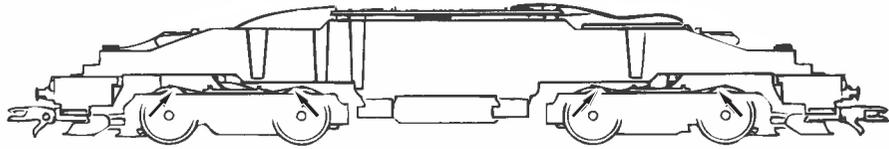

Fig. 6
**3. Haftreifenwechsel:** Zuerst den Getriebedeckel abnehmen (Fig. 6). Danach den **Radsatz** herausnehmen und die **Haftreifen** mit einer Nadel od. mit einem feinen Schraubendreher abziehen (Fig. 6). Beim Aufziehen der neuen Haftreifen darauf achten, dass diese sich nicht verdrehen.
**1. Cleaning of wheel contacts:** Wheel contacts easily get dirty on tracks which are not entirely clean. Use a small brush to **remove dirt** from spots marked in fig. 6.
**3. Change of traction tyre:** Remove the gear cover (fig. 6). Take out **wheel set** and remove **traction tyre** using a pin or a fine screwdriver (fig. 6). When pressing on the new traction tyre please **avoid twisting it**.
**3. Échange des bandages d'adhérence:** Démontez d'abord **le couvercle du carter des engrenages** des engrenages (fig. 6). Délogez ensuite les essieux bandagés et enlevez, à l'aide d'une aiguille ou d'un tourne-vis fin, les bandages d'adhérence (fig. 6). Lors du montage des nouveaux bandages veuillez veiller à ce que les bandages **ne soient pas tordus**.